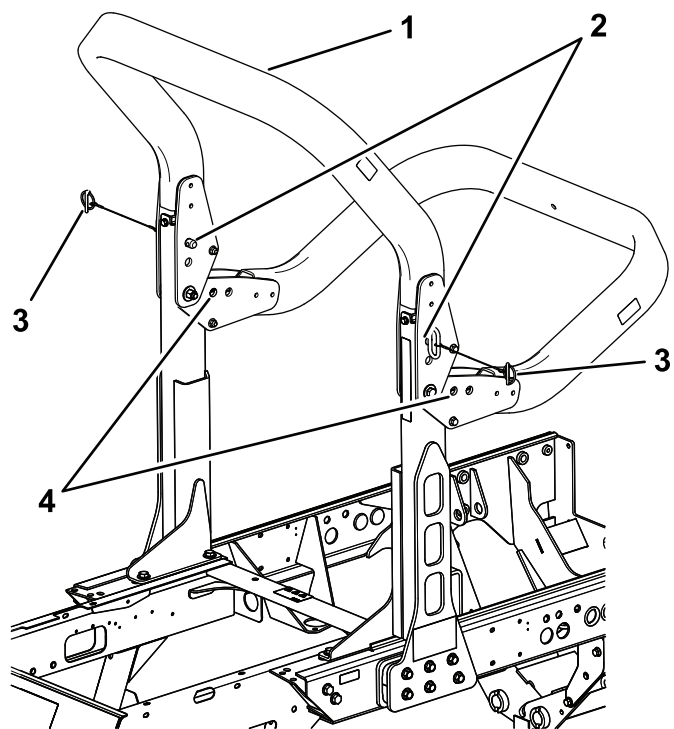

Figura 42
2. Sostenete il peso del telaio superiore mentre rimuovete i perni a scatto e i perni con testa dalle staffe orientabili (Figura 42).